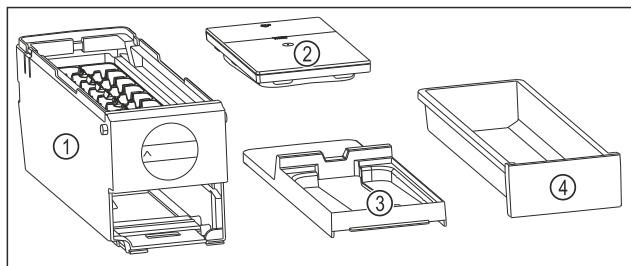

Fig. 173 Pjesët përbërëse të EasyTwist-Ice
- EasyTwist-Ice është i ndarë në katër pjesë. (shihni Fig. 173)
- Zbërtheni EasyTwist-Ice vetëm në pjesët përbërëse të ilustruara. (shihni Fig. 173)
- Pastroni kutinë EasyTwist-Ice Fig. 173 (1) si një të tërë.